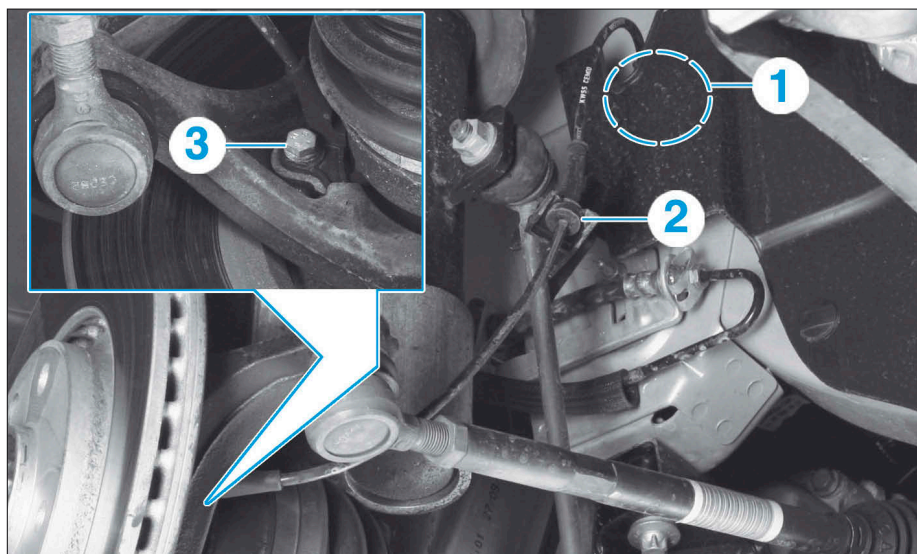

FIG. 19
- Débrancher le connecteur (1) du capteur de roue (Fig.19).
- Dégrafer le faisceau (2).
- Déposer la vis (3) et extraire le capteur.